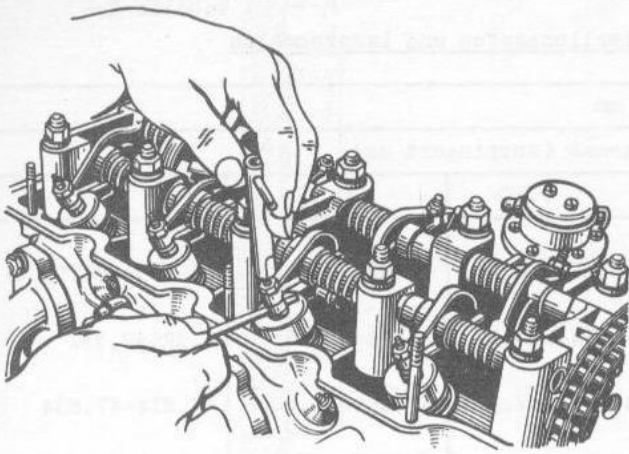

Bild 2-84. Prüfung des Warmspiels an Ventilen des Motors 331.10
- mit einem Flachfühler (Bild 2-84) das Spiel zwischen Stirnflächen der Stellschrauben der Kipphe-